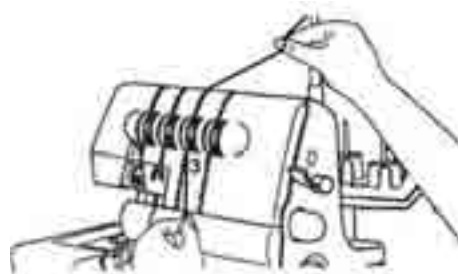

Fig.17
4. Segure a linha com os dedos, passe-a ao longo dos discos do selector da tensão da linha 16 e puxe-a para baixo (3) (fig. 17).